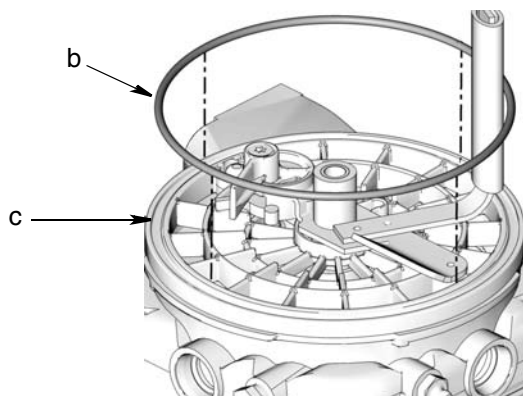

FIG. 3
4. Retire el depósito (a) y la junta tórica (b) de la ranura del plato aplastador (c) situado en la base de la G3 (FIG. 3). Deseche la junta tórica (b).
1. Engrase la nueva junta tórica (3) (incluida en el kit) e instale la junta tórica en la ranura del plato aplastador (c) (FIG. 3).